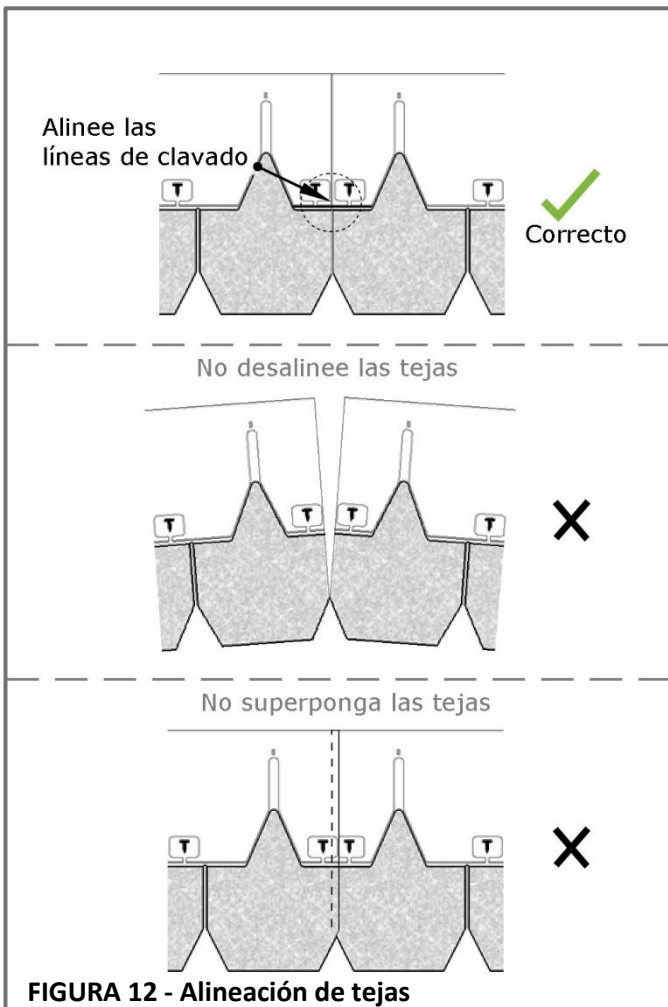

FIGURA 12 - Alineación de tejas
- Al instalar tejas lado a lado, asegúrese de que los bordes queden al ras para que la hilera quede recta. Es importante asegurar que las líneas de clavado sean rectas y coincidan en las tejas unidas a tope. Es incorrecto desalinear o superponer las tejas. Vea la **Figura 12**.